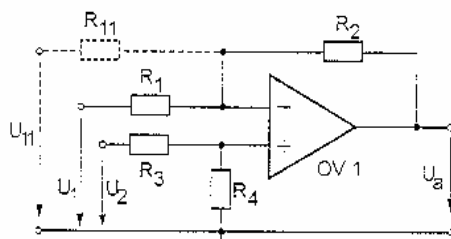

Bild 1
5.1 subtrahierender Messverstärker (Bild 1)